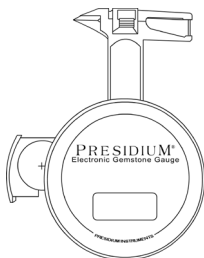

Abb. 1.1
2. Setzen Sie eine CR 2032 3 V-Batterie mit dem (+) Symbol nach oben in das Batteriefach ein und drücken Sie den Batterieschieber seitlich nach innen (**Abb. 1.1**).